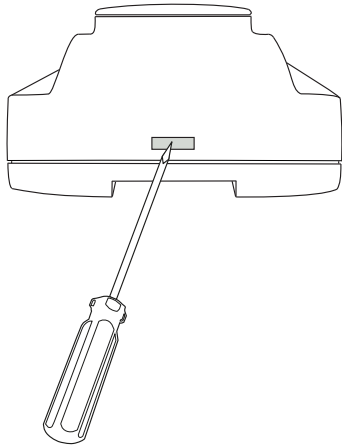

Bild 2-2 Entfernen Sie die Oberseite des Gehäuses (Beispiel zeigt EXOcompact Ardo/Eedo).
2. Um die Gehäuseoberseite zu entfernen, drücken Sie die beiden Laschen auf jeder Seite des Gehäuses, siehe *Bild 2-2*, und heben Sie dann die Oberseite des Gehäuses vorsichtig an.